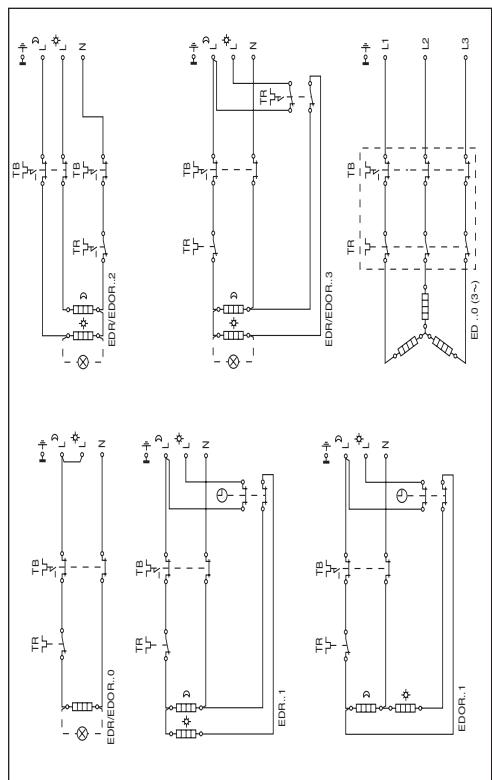

Abb. 7 Elektrische Anschlußschemas
- Schließen Sie das Gerät gemäß dem richtigen Anschlußschema an (Abb. 7).